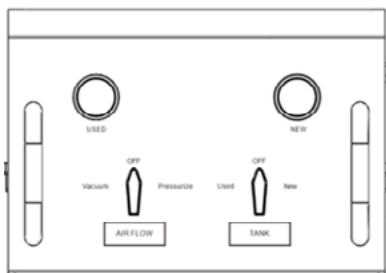
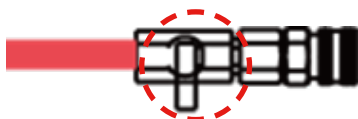

Fig 1.
Fig 2.
1. Poziție inițială (Fig. 1, Fig. 2, toate supapele închise)